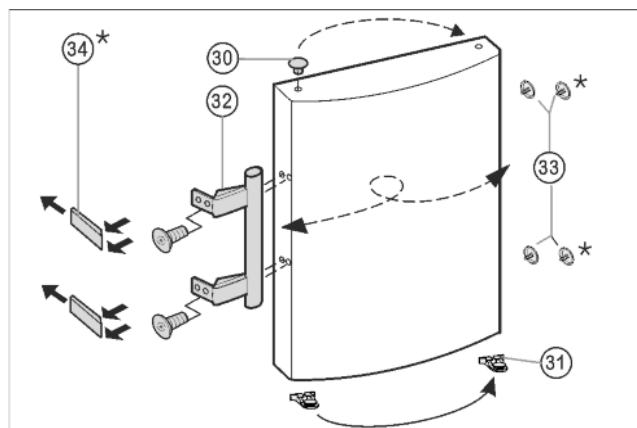

Fig. 8
- ▶ Zátky Fig. 8 (33) vyjměte z pouzdra ložisek dveří a přemístěte je.
- ▶ Madlo dveří Fig. 8 (32), zátky Fig. 8 (33) a krycí destičky\* Fig. 8 (34) odmontujte a přemontujte na protější stranu.